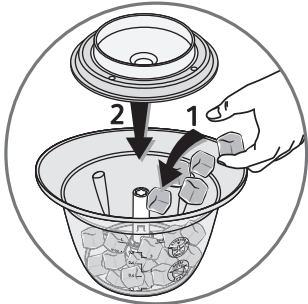
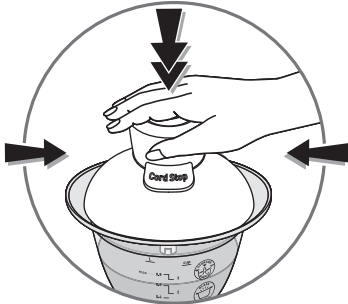
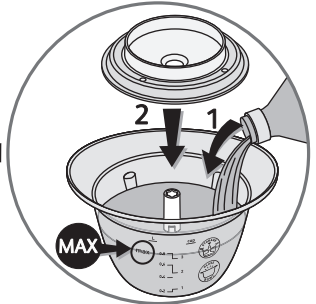

fig.C2
fig.3
fig.D2
- 2 - Versez les ingrédients dans le bol (fig. C2) sans dépasser le niveau max.
- 3 - Placez la coupelle d'étanchéité (B) (fig. C2).
- 4 - Posez le bloc moteur (A) sur l'ensemble.
- 5 - Appuyez sur le bloc moteur (A) pour la mise en marche (fig. 3).
- 2 - Ajoutez le liquide dans le bol (fig. D2). Attention : Ne pas dépasser le niveau MAX (0,8L) indiqué sur le bol (F).
- 3 - Placez la coupelle d'étanchéité (B) (fig. D2).